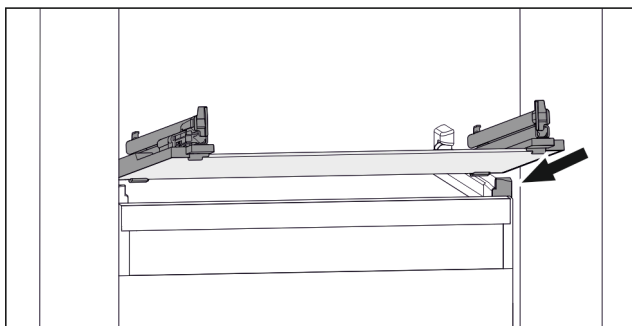

Fig. 77 Simbolična slika steklene plošče
- ▶ Steklo ploščo postavite v poševnem položaju za zaustavljalniki. (glejte Fig. 77)